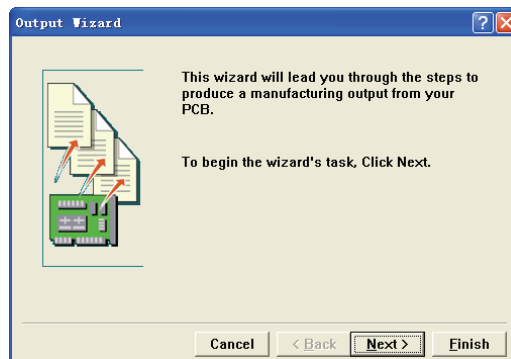

图 9-17 “Output Wizard” 对话框
(3) 系统弹出如图 9-17 所示的“Output Wizard”对话框，单击 **Next >** 按钮。